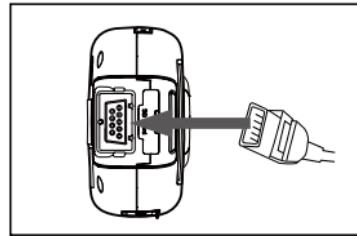

Fig.4.1
2. Insira a sonda SpO₂ na tomada da sonda (consulte a Fig.4.1). Se a sonda de SpO₂ está desligado da unidade, é exibida uma mensagem “Sonda desligada” na barra de estado no canto superior esquerdo do ecrã.